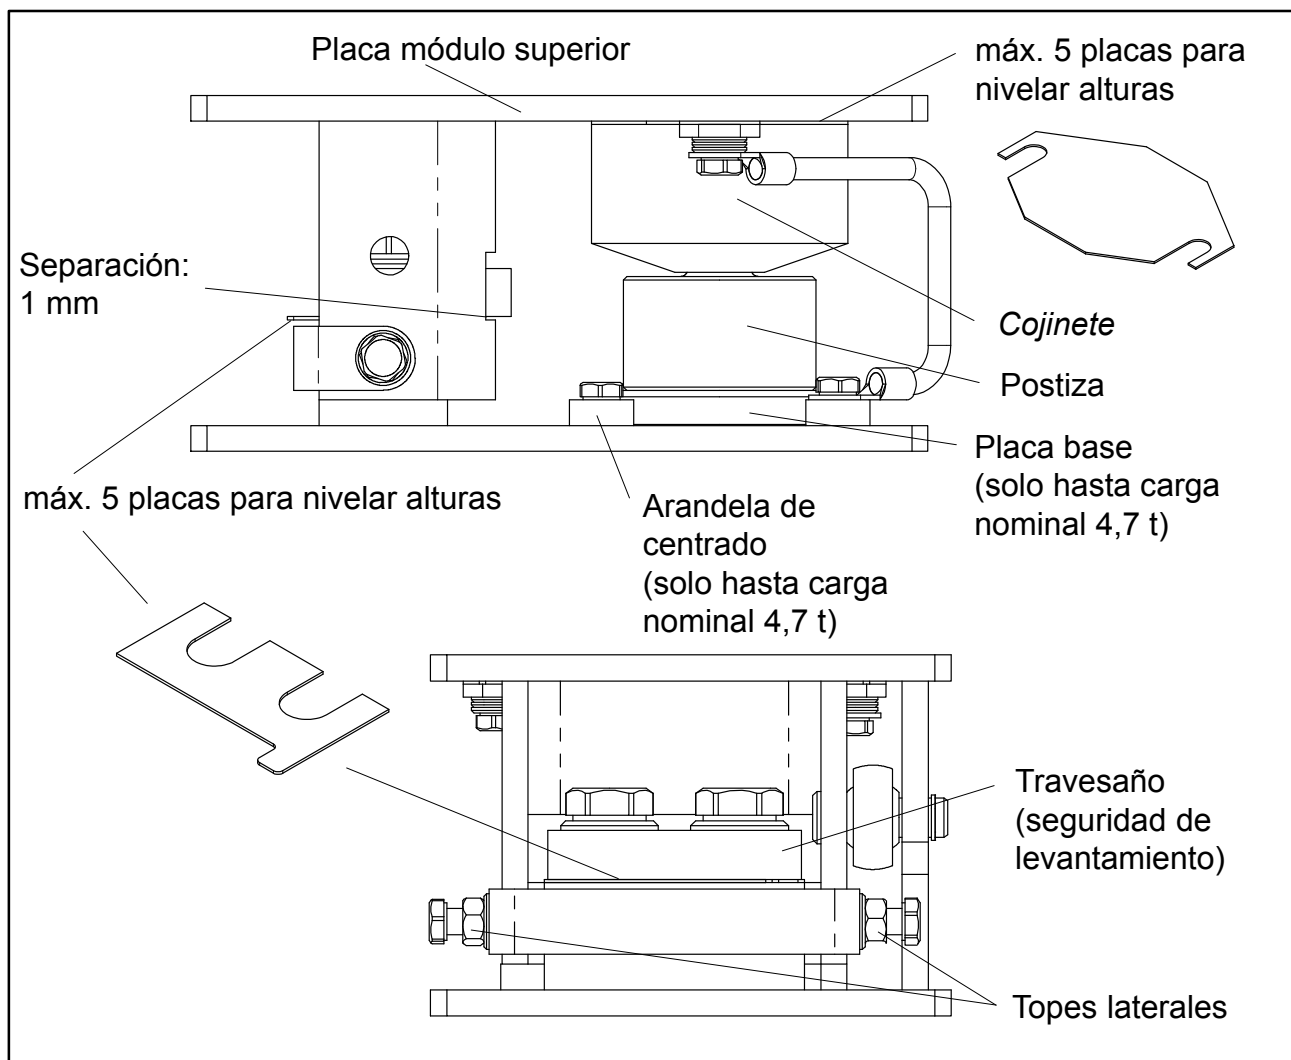

Fig. 2.3: Montaje de las placas niveladoras en la versión de 4,7 t
Montaje de la célula de carga hasta 4,7 t de carga nominal (consultar Fig. 2.3):
- Montar y ajustar la seguridad de levantamiento colocando placas hasta conseguir una separación de aprox. 1 mm (consultar Fig. 2.3) con el depósito vacío.